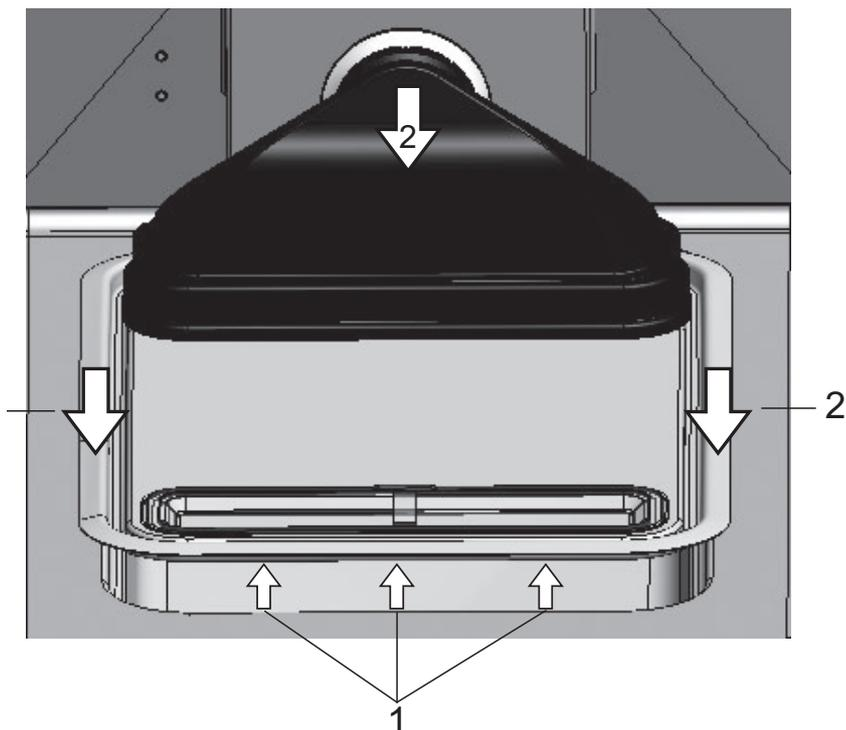

Figura 9-6. Desmontar la Airbox
3. Levantar en la parte frontal la tapa del depósito de agua (1/Figura 9-6).
4. Extraer la tapa del depósito de agua hacia delante (2/Figura 9-6).